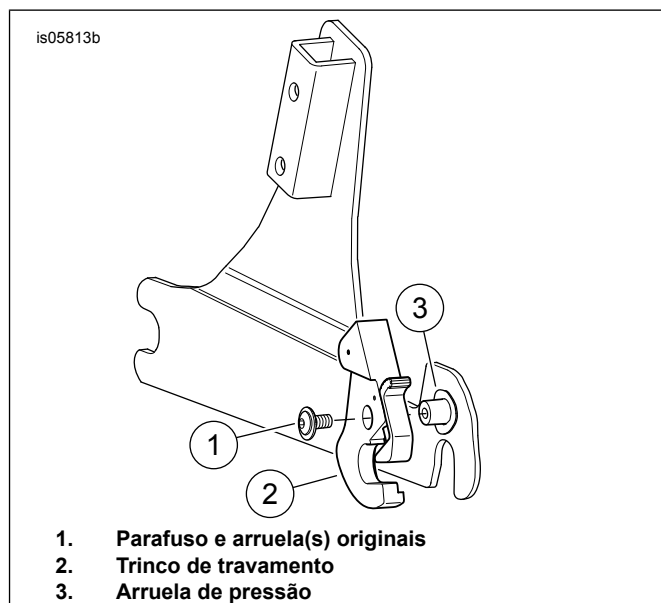

Figura 7. Instalação interna direita (relevo escondido)
1. Veja Figura 7 . Remova o trinco sem travamento direito. Deixe a arruela de pressão direita no cubo de montagem direito.